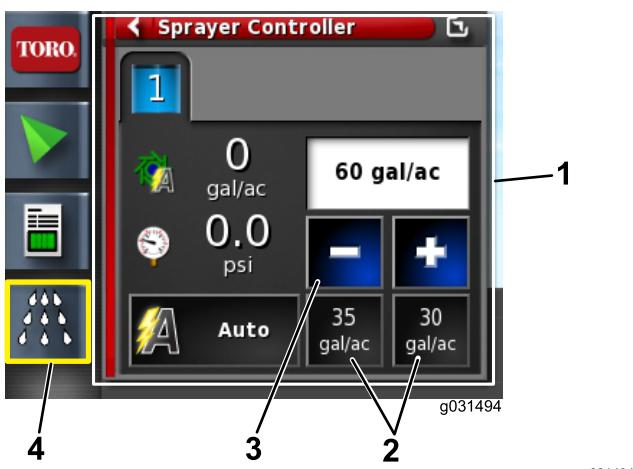

Figura 67
4. Si el caudal no es correcto, puede cambiar el caudal seleccionando un caudal preestablecido, modificando de forma incremental, o seleccionando el caudal actual e introduciendo manualmente el caudal de aplicación (Figura 67).